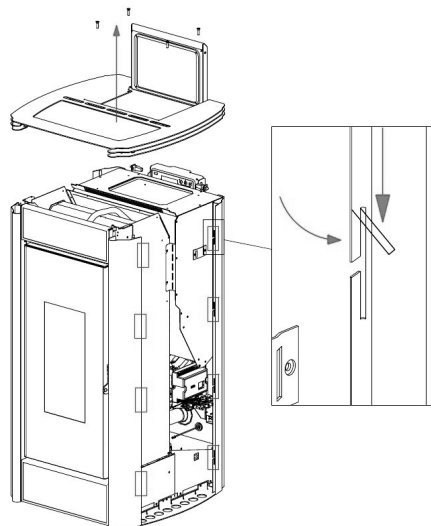

Fig. 34 - Upognite jezičke
- S prstom navzven upognite zgornje jezičke, ki se nahajajo na črnih profilih (gl. **Fig. 34**).